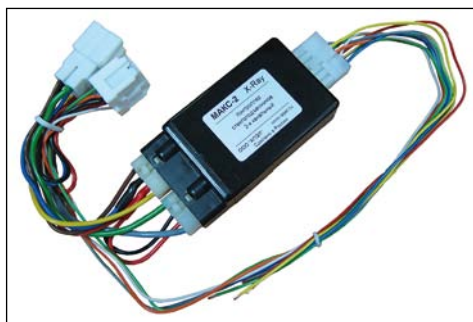

Рисунок 1. Модуль МАКС-2 XRAY на 2 двери
4.1 Модуль (рисунок 1) представляет собой электронное устройство, состоящее из управляющего микроконтроллера и силовых цепей коммутации нагрузки. Микроконтроллер по сигналу от охранной сигнализации или при нажатии кнопок управления стеклоподъемниками включает и выключает электродвигатели стеклоподъемников по заданному алгоритму.